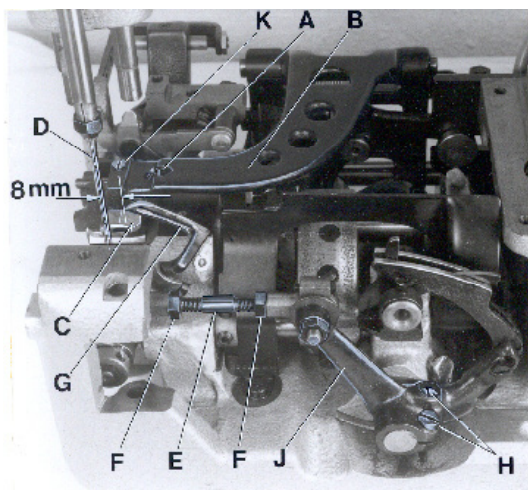
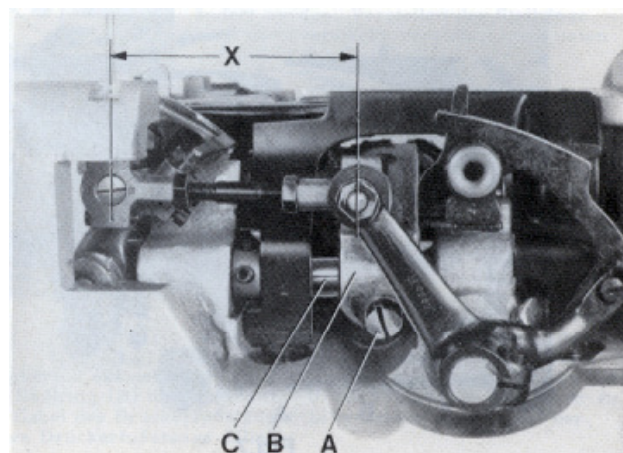
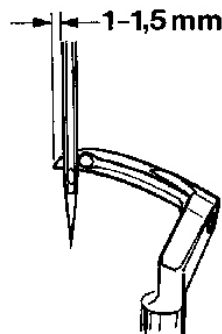
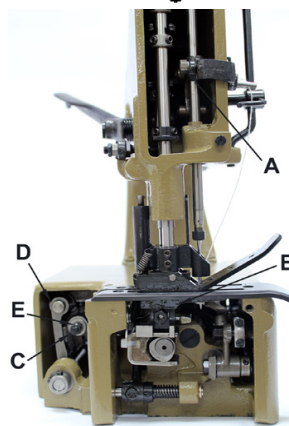

Fig. 3
Fig. 4
Fig. 5
Fig. 6
Remove the presser foot, throat plate and feed dog and on styles 80800HN and HAN also the needle guard for convenient access to the machine. On styles 80800CN, DN and EN loosen the screw (A, Fig. 3) in the feed bar (B) and push the feed bar needle guard (C) to the rear to avoid its contacting the needle (D).
For the two thread double locked stitch styles 80800CN, EN, HN and HAN, set the looper connecting rod (E) so the distance (X, Fig. 4) between the center lines of the two ball joints is 69.8 mm (2 3/4"). The dimension (X, Fig. 4) should be 68.3 mm (2 11/16) on the single thread chain stitch style 80800DN. For adjustment loosen the two nuts (F, Fig. 3) and turn connecting rod (E) forward or backward as required to obtain specified dimension, retighten nuts (F).
Rotate the machine pulley in operating direction so that the looper moves from right to left. The looper point should pass as close as possible to the back of the needle without contacting 0.08 to 0.13 mm (.003 to .005") clearance. For adjustment loosen screws (A, Fig. 4) in the looper eccentric fork (B) and turn looper rocker shaft (C) on the looper rocker forward or backward as required. Retighten screw (A).
Zur bequemeren Einstellung entfernen Sie Drückerfuß, Stichplatte und Transporteur und bei den Maschinen 80800HN und HAN auch den Nadelanschlag. Lösen Sie bei den Maschinen 80800CN, DN und EN die Schraube (A, Fig. 3) im Transporteurträger (B) und drücken Sie den Nadelanschlag nach hinten, damit er die Nadel (D) nicht berühren kann.
Bei den Zweifaden-Doppelkettenstichmaschinen Typen 80800CN, EN, HN und HAN muß die Greiferverbindungsstange (E) so eingestellt sein, daß der Abstand (X, Fig. 4) von der Mitte zu Mitte Kugelgelenk 69,8 mm beträgt. Bei der Einfaden-Einfachkettenstichmaschine Typ 80800DN beträgt der Abstand (X, Fig. 4) 68,3 mm. Zum Einstellen lösen Sie die beiden Muttern (F, Fig. 3) und drehen die Verbindungsstange (E) vor oder zurück bis der erforderliche Abstand erreicht ist. Ziehen Sie die Muttern (F) wieder an. **BEACHTEN SIE:** Die linke Mutter hat ein Linksgewinde.
Drehen Sie die Riemenscheibe in Nährichtung so, daß sich der Greifer von rechts nach links bewegt. Die Greiferspitze soll so dicht wie möglich hinter der Nadel vorbeigehen, ohne diese zu berühren (0,08 bis 0,13 mm Abstand). Zur Einstellung lösen Sie die Schraube (A, Fig. 4) in der Greiferexzentergabel (B) und schwenken die Greiferhebelwelle (C) am Greiferhebel mit Greifer nach Bedarf vor oder zurück. Ziehen Sie die Schraube (A) wieder an.
Remove the face cover on machine arm. Rotate machine pulley in operating direction until the looper point, moving to the left, projects 1 to 1.5 mm (.040" to .060") left of the needle (see Fig. 5). Lower edge of looper and upper edge of needle eye must be flush in this position. If adjustment is necessary, loosen clamp screw (A, Fig. 6) in the needle bar connection and move the needle bar up or down, as required. Retighten screw (A) and remount face cover.
At highest point of feed dog travel, the feed dog (B, Fig. 6) should be set so, that the rear teeth project their full depth above the throat plate surface. For setting remove the feed dog and adjust the supporting screw (K, Fig. 3) on the top of the feed bar to the required height. Remount the feed dog, and on styles 80800H and HA also the needle guard.
On styles 80800CN, DN and EN stud (C, Fig. 6) for changing the stitch length is accessible from the outside. On styles 80800HN and HAN the housing for the tape cutter and the rear cloth plate have to be removed for changing the stitch length.
The length of the stitch can be adjusted by raising or lowering the stud (C, Fig. 6) in the segment slot of the feed rocker (D). Lowering stud (C) will lengthen the stitch. After loosening nut (E), stud (C) can be moved accordingly. When the desired stitch length is obtained, retighten nut (E).
The needle guard (C, Fig. 3) has to be set so, that it just contacts the needle at its most forward point of travel, without deflecting it. On styles 80800CN, DN and EN loosen screw (A, Fig. 3) in the feed bar (B) and adjust the needle guard (C) accordingly. Retighten screw (A). On styles 80800HN and HAN loosen the feed dog fastening screw and move the needle guard accordingly. Retighten screw and make sure that the feed dog rests on the supporting screw in the feed bar.
Entfernen Sie den Stirndeckel am Maschinenarm. Drehen Sie die Riemenscheibe in Nährungsrichtung bis die sich nach links bewegende Greiferspitze 1 bis 1,5 mm links der Nadel steht (siehe Fig. 5). In dieser Stellung müssen Unterkante Greifer und Oberkante Nadelöhr bündig sein. Ist eine Einstellung notwendig, lösen Sie die Klemmschraube (A, Fig. 6) im Nadelstangenmitnehmer und schieben die Nadelstange (B), je nach Bedarf, nach oben oder unten. Ziehen Sie die Schraube (A) wieder an und montieren Sie den Stirndeckel.
Im höchsten Punkt der Transporteurbewegung sollen die hinteren Zähne des Transporteurs (B, Fig. 6) eine volle Zahnhöhe über die Stichplattenoberfläche hinausragen. Zur Einstellung entfernen Sie den Transporteur und stellen die Stützscharbe (K, Fig. 3) oben im Transporteurträger auf die entsprechende Höhe. Montieren Sie den Transporteur wieder, bei den Maschinen 80800H und HA auch den Nadelanschlag.
Bei den Maschinen 80800CN, DN und EN ist der Bolzen (C, Fig. 6) zum Einstellen der Stichelänge von außen zugänglich. Bei den Maschinen 80800HN und HAN muß zum Einstellen der Stichelänge das Gehäuse für den Bandabschneider und die hintere Stoffplatte entfernt werden.
Die Stichelänge kann durch höher- oder tieferstellen des Bolzens (C, Fig. 6) in der Nut des Transportrahmens (D) verändert werden. Tieferstellen des Bolzens (C) verlängert den Stich, höherstellen verkürzt ihn. Nach Lösen der Mutter (E) läßt sich der Bolzen (C) entsprechend verschieben. Wenn die gewünschte Stichelänge eingestellt ist, ziehen Sie
Der Nadelanschlag (C, Fig. 3) muß so eingestellt sein, daß er in der vordersten Stellung seiner Bewegung gerade die Nadel berührt, aber nicht ablenkt. Zur Einstellung lösen Sie bei den Maschinen 80800CN, DN und EN die Schraube (A, Fig. 3) im Transporteurträger (B), und stellen den Nadelanschlag (C) entsprechend ein. Ziehen Sie die Schraube (A) wieder an.